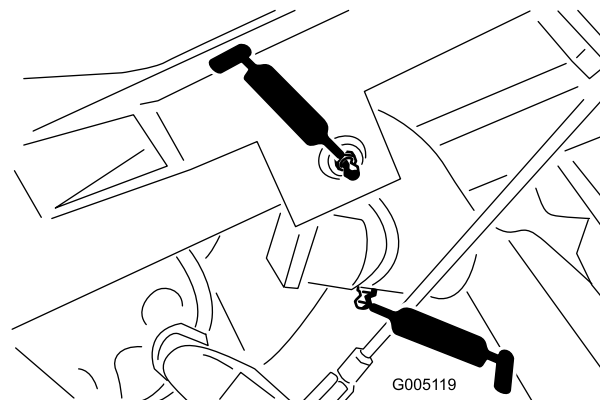

図 27
- ・ 昇降アームのピボット (3か所) とピボット・ヒンジ (3か所) (図 27)